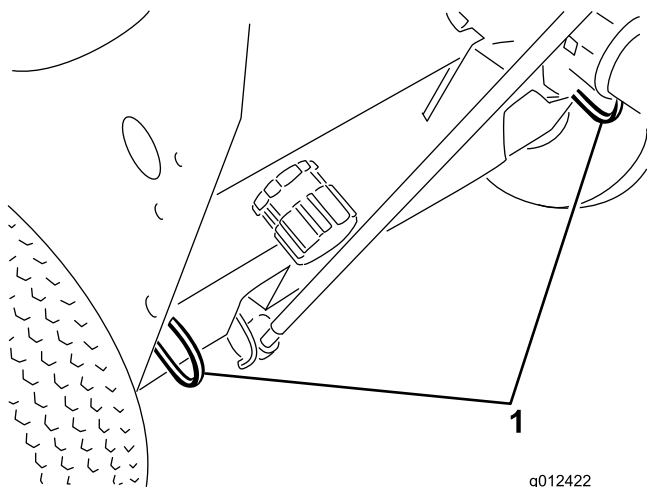
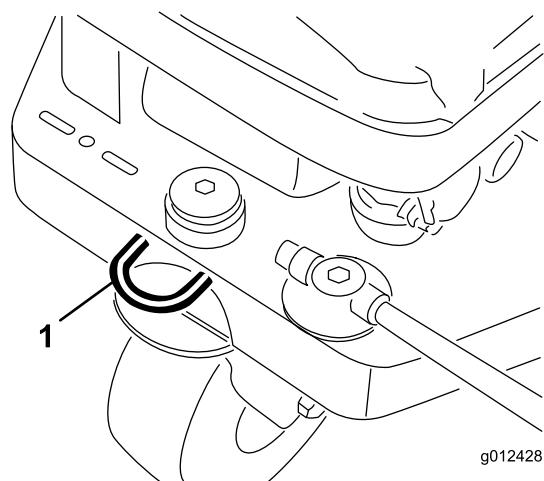

Figure 35
Figure 36
- Arrimez solidement la traceuse de lignes (Figure 35 et Figure 36) sur la remorque ou le camion à l'aide de sangles, chaînes, câbles ou cordes.